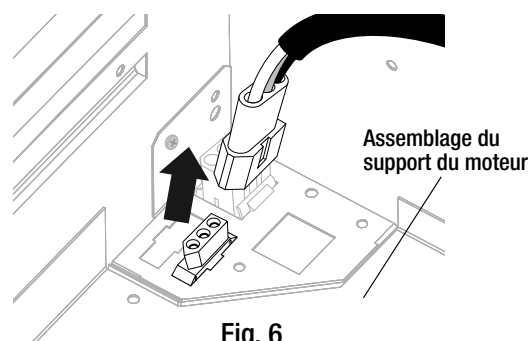

Fig. 6
- Débrancher le moteur de la prise. Voir la figure 6.